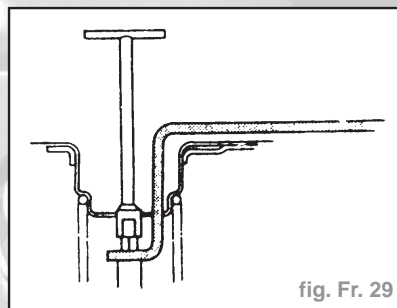

fig. Fr. 29
- Régler le poussoir, utiliser le support **KM-J-39241** et une clé en T (fig. Fr. 29).